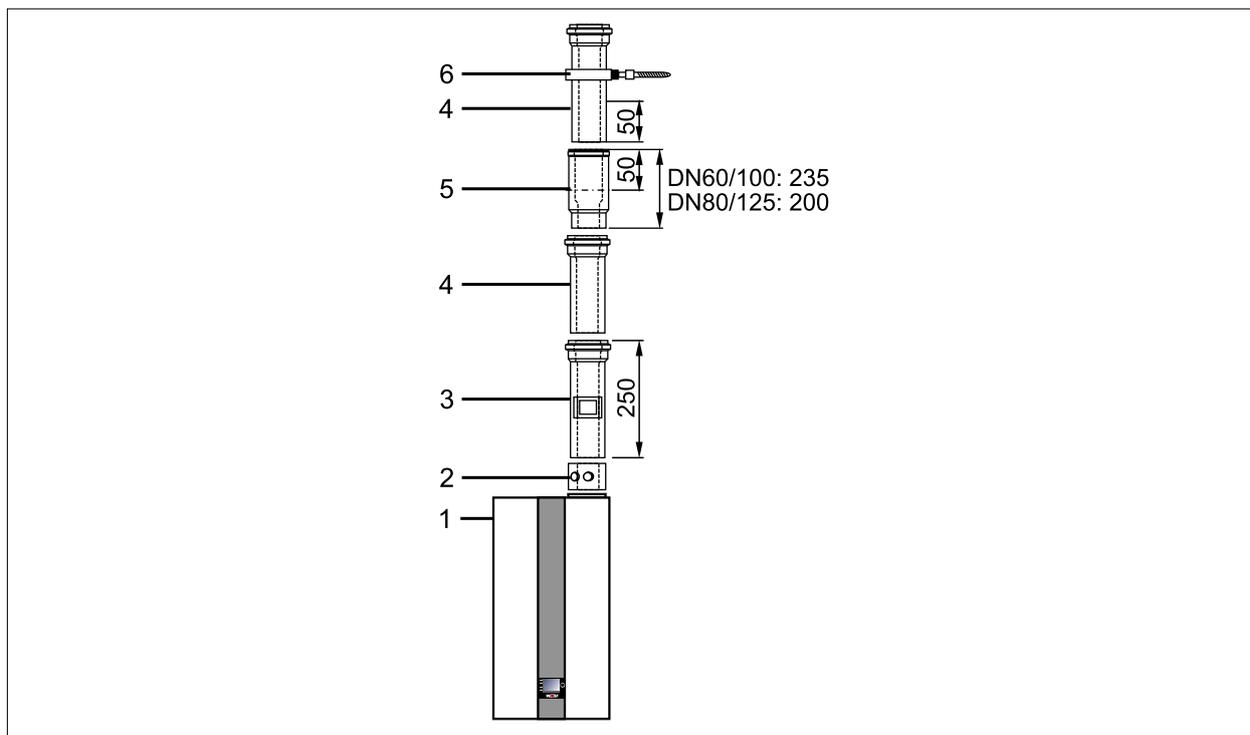

Fig. 5.12 Esempio di sistema di aspirazione aria/scarico fumi [mm]
- Montare l'attacco dell'apparecchio con apertura di misurazione fumi **(2)** (Fig. 5.12) all'attacco della caldaia **(1)**.
- Spingere il sezionatore **(6)** (Fig. 5.12) fino all'arresto nel manicotto precedente **(5)**.